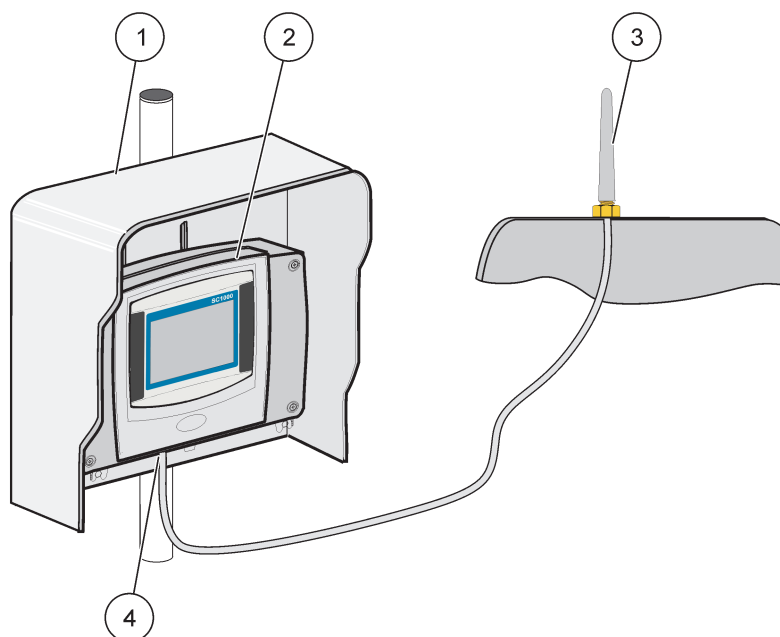

Рисунок 35 Подключение внешней GSM антенны
4. Подключите кабель антенны к разъему GSM антенны на модуле дисплея (Рисунок 7). Для соединения разъема антенны и GSM антенны используйте входящий в комплект адаптер (Рисунок 35).